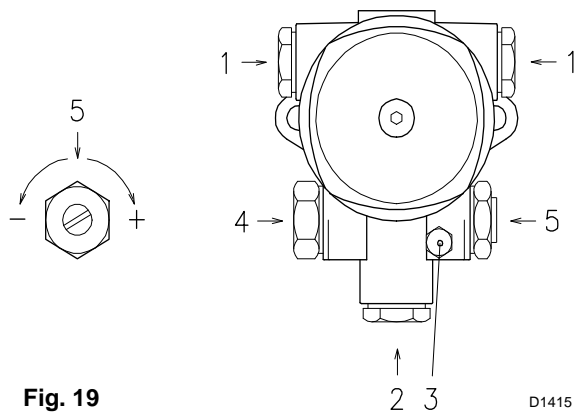

Fig. 19
POMPA (Fig. 19)
- togliere il tappo dell'attacco manometro 3)(Fig. 19), svitare di 2 - 3 giri le valvole 15) e 32)(Fig. 4) ed attendere la fuoriuscita del combustibile dall'attacco manometro;
PUMP (Fig. 19)
- remove the plug from the fitting of the pressure gauge 3)(Fig. 19), unscrew valves 15) and 32)(Fig. 4) by two to three turns, and wait for fuel to flow out of the pressure gauge fitting;